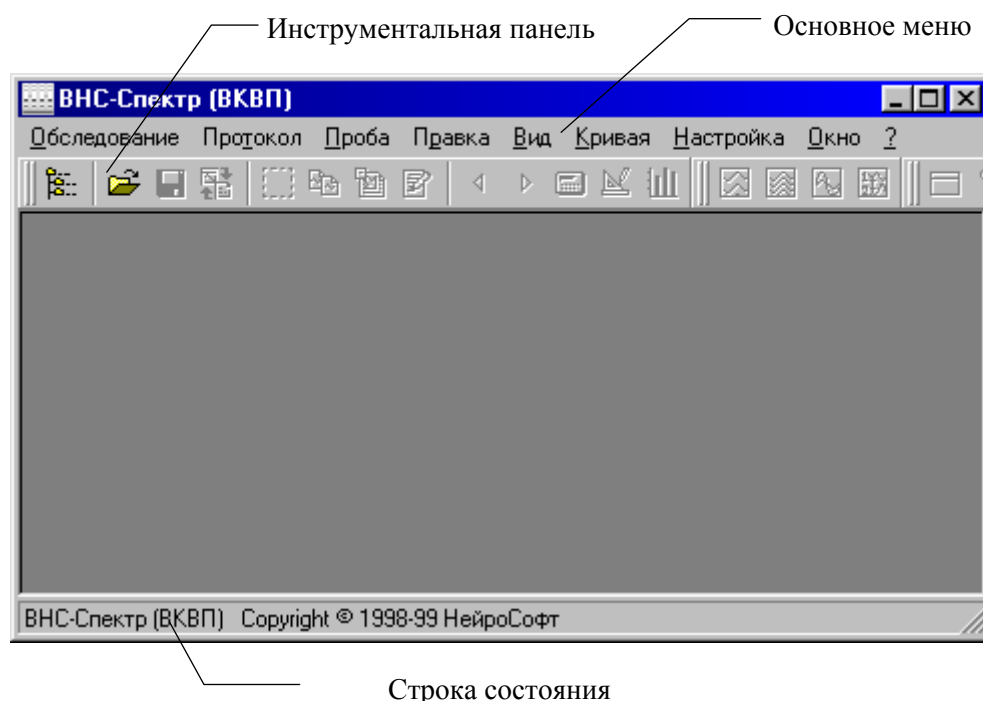

Рис. 3.1
2. После загрузки программы Вы увидите ее главное окно (Рис. 3.1). В верхней строке окна расположено меню с пунктами **Обследование**, **Протокол** и т.д. Ниже меню находятся панели кнопок-ускорителей (панели ускорителей, инструментальные панели) – специальных кнопок, активизируемых с помощью манипулятора “мышь”. Внизу окна расположена строка состояния (статуса), используемая для выдачи кратких подсказок и отображения состояния программы.